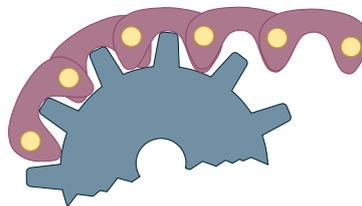

Fig. 3.28 Catena silenziosa
- **catene silenziose**: le piastre sono sagomate in modo da appoggiare perfettamente sui denti del rocchetto, in modo da consentire un funzionamento cinematicamente corretto e ridurre eventuali giochi [fig.3.28].